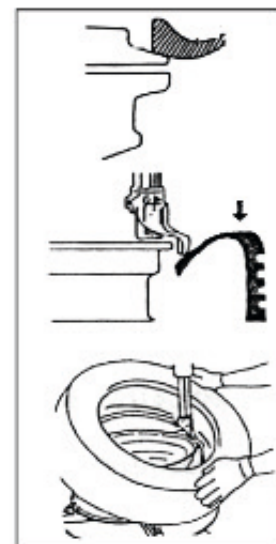

fig18
Un des côtés du pneu doit être placé sur le bord supérieur de la tête de montage/démontage (4) tandis que l'autre se place dessous, de manière à ce que le pneu entre dans la gorge de la jante (Fig. 18).